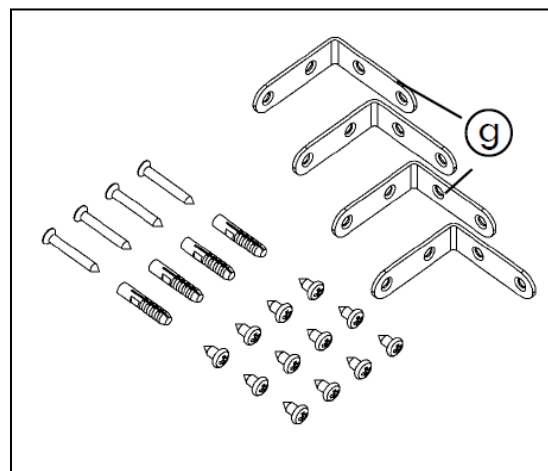

**Рис. 2.**
Устройство вентилятора показано на **рис.2**
(рис.2 (стр. 5)).
- Положите вентилятор «на спину», чтобы отверткой «Филипс» №2 прикрепить 4 кронштейна (g) (рис.2) по четырем углам корпуса вентилятора, каждый 2-мя винтами (фото 14).